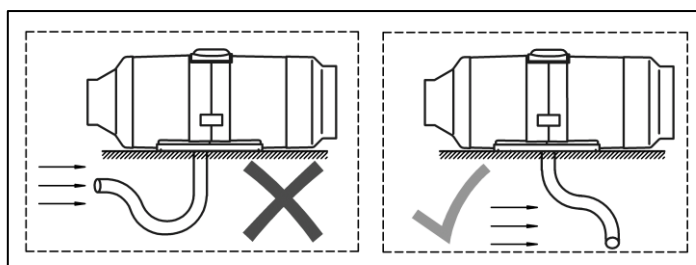

Fig. 5 – Posición del tubo de entrada de aire/escape
hacia abajo (vea la Fig. 5). Si eso no es posible, se debe taladrar un orificio de 3 mm de diámetro en el punto más bajo del tubo.
La salida del tubo de escape se debe instalar **apuntando hacia abajo** (Fig. 5), pero debe estar en una posición tal que evite la obstrucción o la entrada de nieve y suciedad, y también permita un drenaje libre del agua que haya penetrado en el tubo.
**No coloque la abertura de salida del tubo de escape frente al flujo de aire entrante del vehículo o embarcación en movimiento (consulte la Fig. 5).**